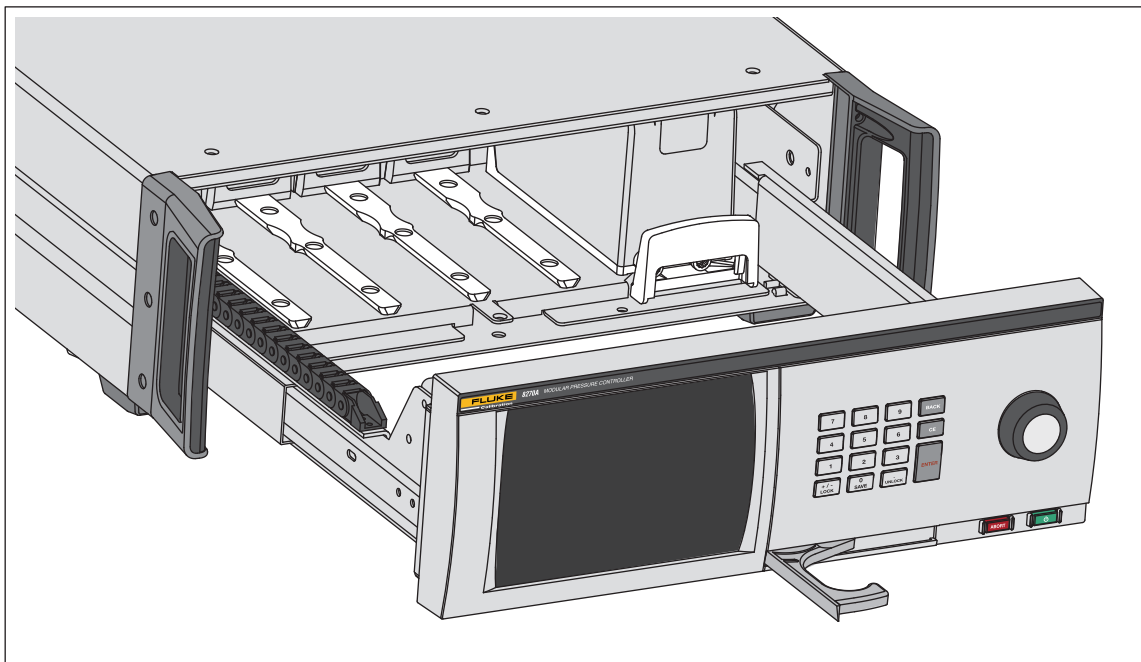

Figure 3. Installation du PCM
4. Le PCM doit être installé tout à droite de la baie des modules. Alignez la piste en bas du PCM avec le logement du PCM à l'intérieur de la baie des modules. Voir la Figure 3.